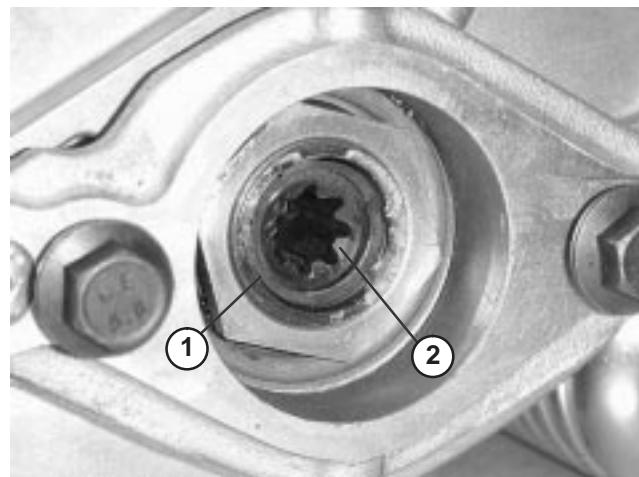

Bild 7
3. Inbusschraube (2)
D. Nehmen Sie den Sprengring ab, mit dem die Antriebskupplung im Spindelrohr befestigt ist (Bild 7). Nehmen Sie die Antriebskupplung ab.